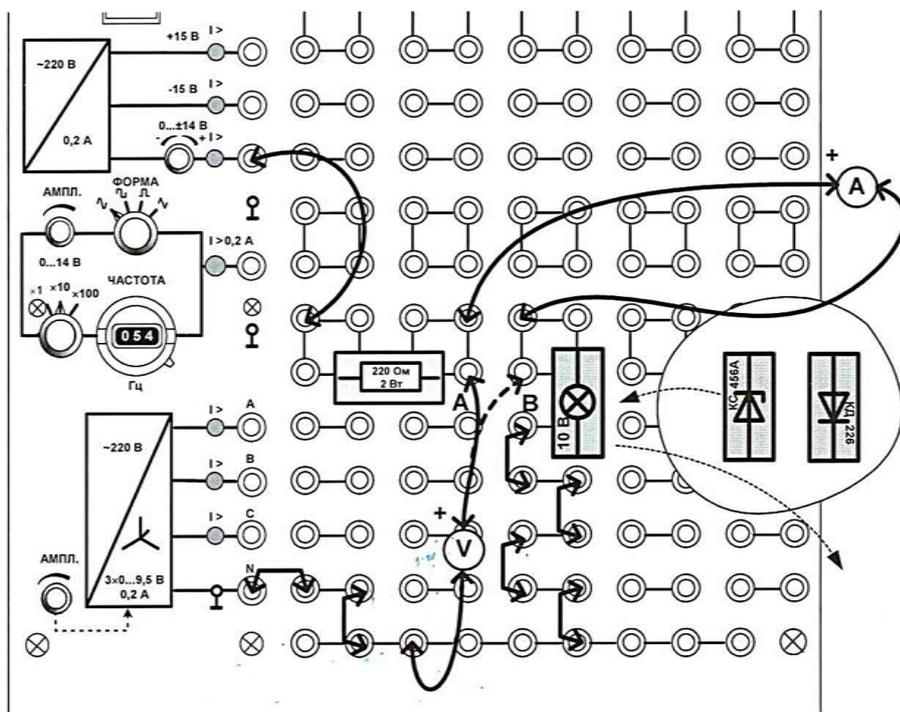

Рис. 5.2. Монтажная схема
5.1. Для снятия ВАХ лампы накаливания соберите цепь согласно принципиальной схеме 5.1.а, которая называется схемой измерения с погрешностью по напряжению и используется в случае, когда сопротивление испытуемого элемента велико по сравнению с сопротивлением амперметра. Монтажная схема изображена на рис. 5.2. Используйте регулируемый источник постоянного напряжения «0...14 В».
**Обратите внимание, что вольтметр и амперметр в этой схеме своими положительными клеммами подключены к точке «А» (Рис. 5.2).**
5.3. Замените лампу накаливания стабилитроном, соблюдая полярность, показанную на рис. 5.2, и снимите его ВАХ  $i_2 = f_2(u)$ , устанавливая либо напряжения, либо токи, указанные в табл. 5.2.
Для увеличения точности при положительных напряжениях и токах вольтметр должен быть подключён к точке «А», а при отрицательных – к точке «В» (Рис. 5.2).